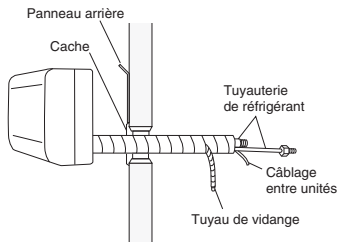

Fig. 3-60
- (1) Mettre en forme la tuyauterie de réfrigérant de manière qu'elle puisse passer facilement dans le trou du mur. (Fig. 3-60)